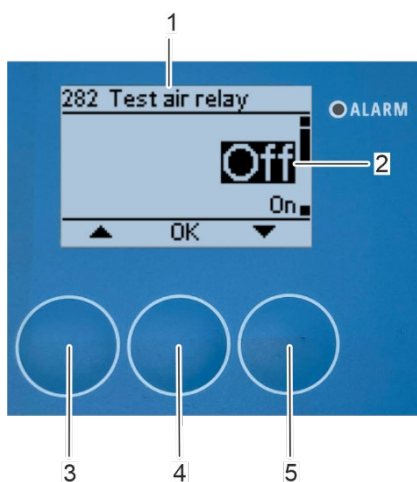

Figura 147: Desactivar el relé de aire comprimido
⇒ Aparecerá en pantalla el submenú «282 Prueba del relé de aire» (Figura 147/1).
6. Seleccione «Desactivado» (Figura 147/2) mediante los botones de flecha [arriba] (Figura 147/3) y [abajo] (Figura 147/5).
7. Confirme la selección pulsando [Aceptar] (Figura 147/4).